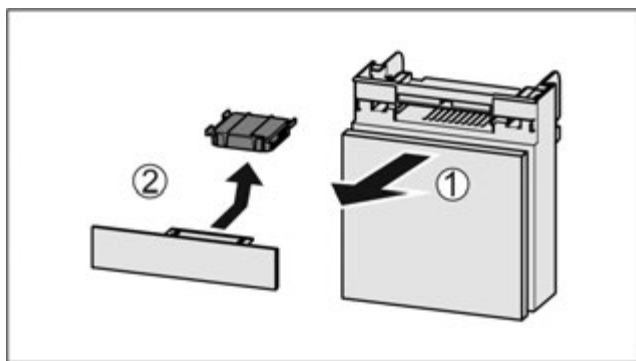

Fig. 69
- ▶ Потягніть Fig. 69 (1) відділення вперед.
- ▶ Витягнути Fig. 69 (2) фільтр з активованого вугілля.